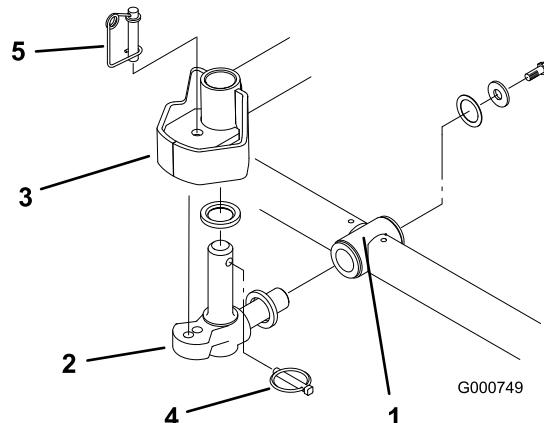

図 5
6. スラスト・ワッシャを、ピボット・ナックルの水平シャフトに差し込む（図 5）。
7. ピボット・ナックルの水平シャフトをキャリア・フレームの取り付け穴に差し込む(図 5)。
8. スラスト・ワッシャ、平ワッシャ、フランジヘッドネジを使って、ピボット・ナックルをキャリア・フレームに固定する(図 5)。
9. ピボット・ナックルの垂直シャフトにスラスト・ワッシャを差し込む(図 5)。
10. ピボット・ナックルの垂直シャフトを外している場合には、ここで昇降アームのピボット・ハブに差し込む(図 5)。昇降アームのステアリング・プレートの下にある2枚のゴム製センタリングバンパーの間に、ピボット・ナックルを挟む。
11. ピボット・ナックルのシャフトに付いている穴にリンチ・ピンを差し込む(図 5)。
注 カッティングユニットを固定モードで使用する場合には、ステアリング・ロック・ピンをピボット・ナックルの取り付け穴に差し込んでください(図 5)。
14. ステアリング・ロック・ピンの下にスプリングを掛ける(図 5)。